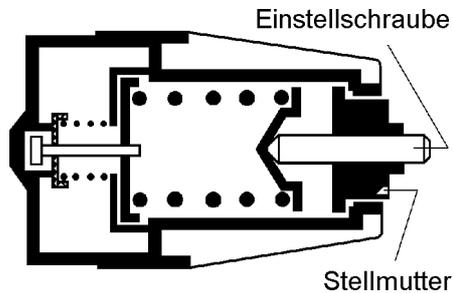

Abb. 3
Hinweis: Bei Nichterreichen des Abschaltdruckes p2 ist der Druck an der Einstellschraube zu korrigieren, dabei ist die Stellmutter mit einem Maul-Ringschlüssel gegen ein Verdrehen zu sichern (siehe Abb. 3).
3.4.1. Den Anschluß 1 der Abwandlung entsprechend bis 2 bar über den Abschaltdruck p2 aus der Tabelle belüften. Den Absperrhahn 7 öffnen. Bei einem der Abwandlung entsprechenden Abschaltdruck p2 am Manometer 7 muß an der Entlüftung Luft austreten. Nach einem der Abwandlung entsprechenden Druckabfall (Schaltspanne p3 aus der Tabelle) endet der Luftaustritt an der Entlüftung. Wird die Schaltspanne p3 nicht erreicht, so ist sie mit der Stellschraube zu korrigieren (siehe Abb. 3). Diesen Prüfpunkt mehrmals wiederholen. Den Anschluß 1 entlüften und den Absperrhahn 7 schließen.